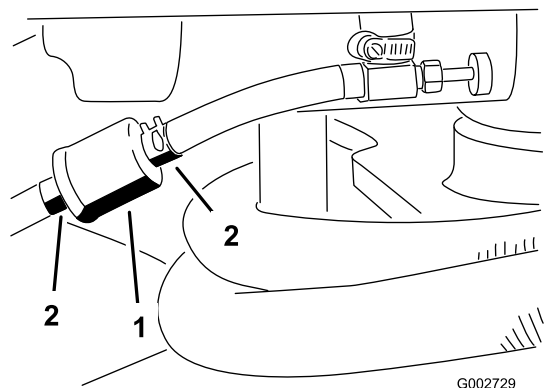

図 29
1. 燃料バルブを閉じ、フィルタのキャブレター側についているホース・クランプをゆるめ、燃料ラインからフィルタを外す(図 29)。